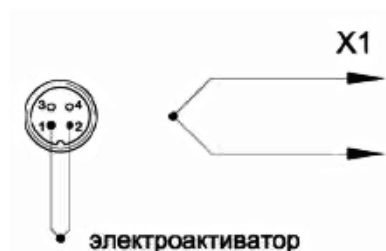

Рис.1.Схеме распайки контактов кабельной части разъема
6.3. Распаять кабельную часть разъема электровоспламенителя 3 в соответствии со схемой рис.1. **При распайке кабельная часть разъема должна быть отсоединена от электровоспламенителя!**